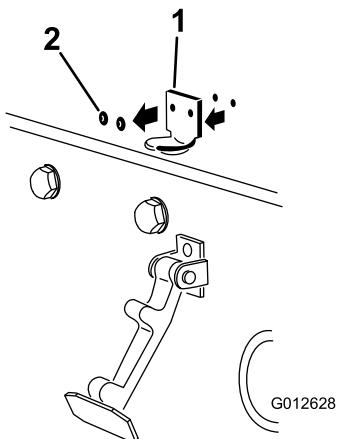

Figure 3
- Retirez les 2 rivets qui fixent le support du verrou au capot (Figure 3) et déposez le support du capot.